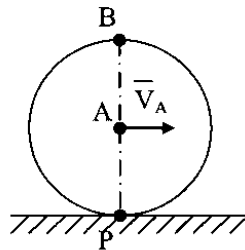

Рис.37
6. Скорость точки А диска (рис.37), катящегося по неподвижной направляющей без скольжения, равна  $V_A$ . Чему равна скорость точки В?